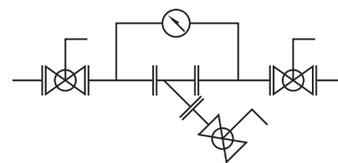

図 10
(1) 異物・ゴミ等の溜まり、詰まりがあると圧力損失が大きくなり、流量が得られないばかりでなく、スクリーンの破損の原因となります。スクリーンはストレーナの配管前後に取付けた差圧計の差圧が 0.1MPa を越えない様、清掃と洗浄の頻度を十分考慮してください。
(2) スクリーンの洗浄期間は、流体中の異物の混在状態により大幅に異なります。使用場所ごとに、テストの上洗浄期間を設定してください。
(3) 洗浄後に、下部のキャップまたはフランジを取外す際、内部に溜まった流体が流出します。プラグ栓を備えたストレーナでは設置後、プラグ栓にバルブを取付け、洗浄の際ホースなどで水抜き可能としておくとう便利です。(図 10)